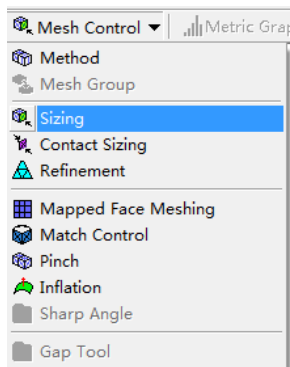

图 8-22 添加网格尺寸控制
- 2) 在“Mesh”上单击，在工具栏中选择“Mesh Control”→“Sizing”，如图 8-22 所示，然后选择待划分的所有体，在细节窗口中的“Geometry”中单击“Apply”按钮，设置“Element Size”（单元尺寸）为“1mm”，参数设置见表 8-1。